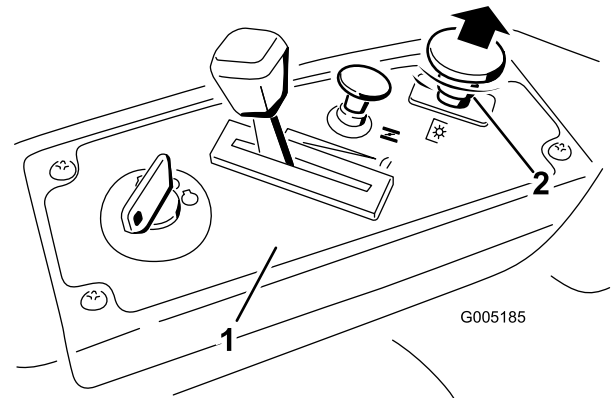

Bild 11
3. Ziehen Sie den ZWA-Schalter heraus, um die Messer einzukuppeln (Bild 11).